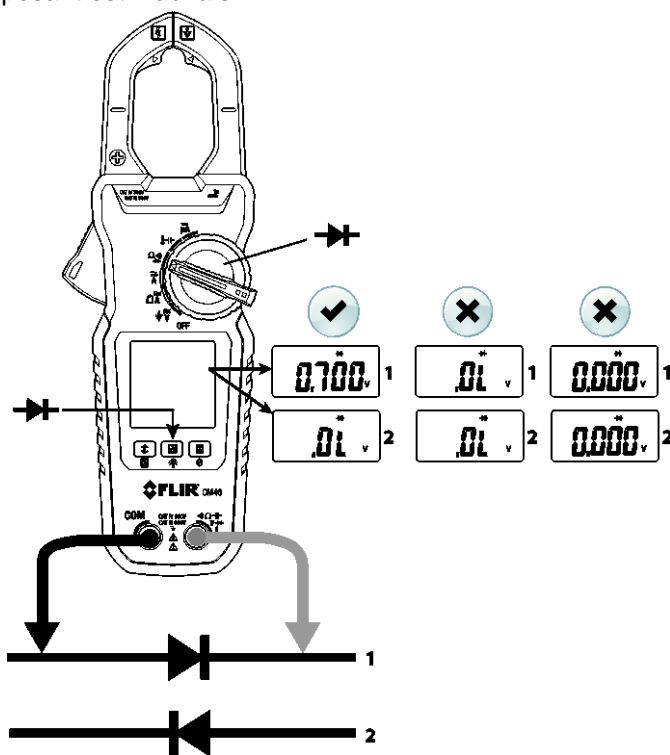

Figure 5-9 Tests des diodes
4. Mettez les embouts de la sonde en contact avec la diode ou la jonction de semi-conducteur testée, ainsi qu'illustré dans la Fig. 5-9.